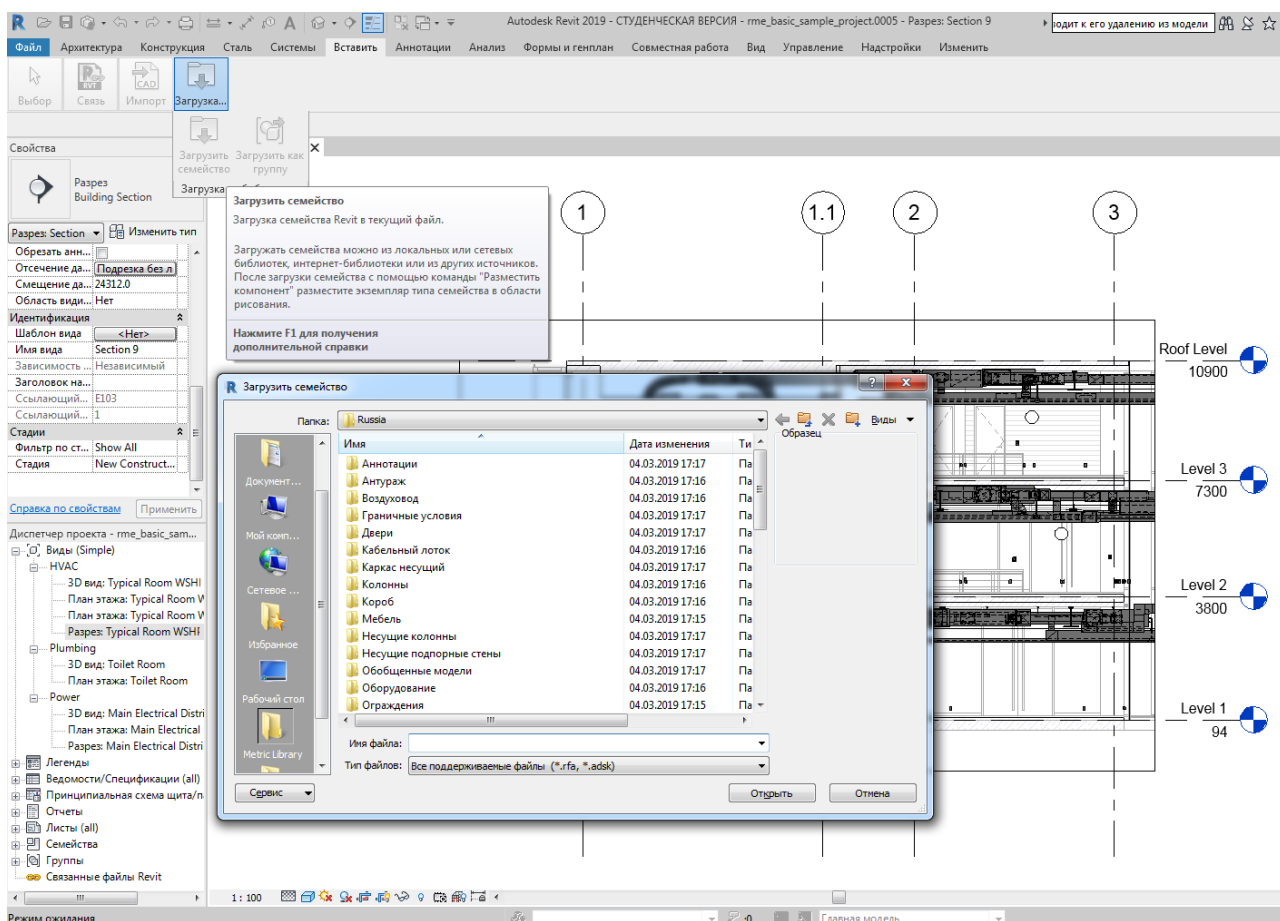

Рисунок 4.25. Диалоговое окно Загрузить семейство
- загрузить семейство – загрузка компонентов семейства: вкладка Вставить > панель Загрузка > Загрузить семейство (рис. 4.25);